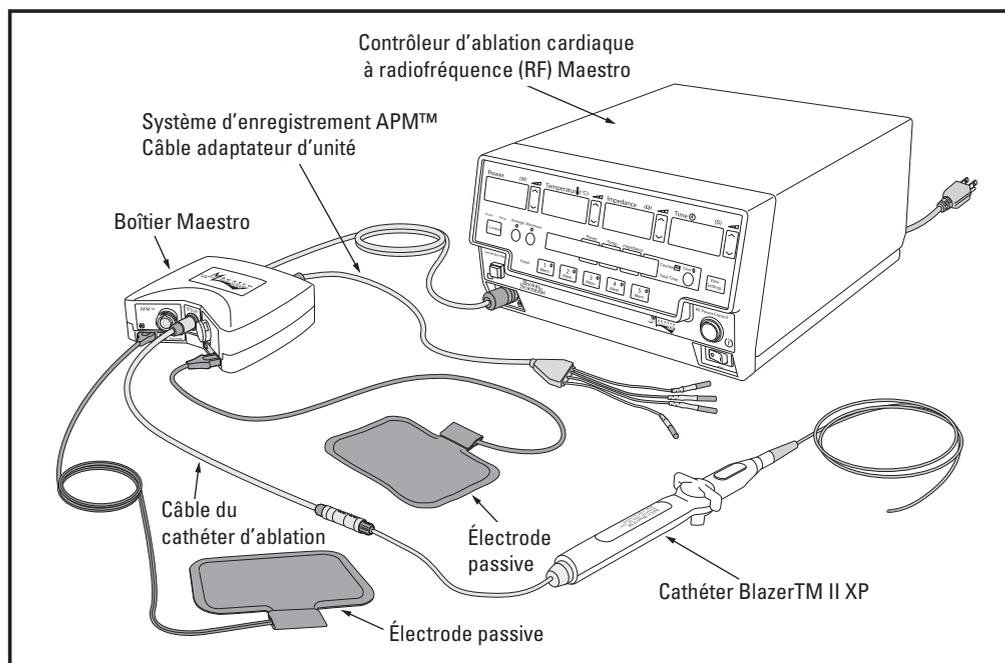

Figure 2. Configuration du câblage du cathéter Blazer II XP avec le contrôleur d'ablation cardiaque RF Maestro
5. Connecter le cathéter d'ablation orientable à l'aide des divers câbles adaptateurs (voir la figure 2).